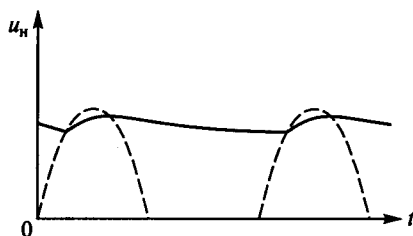

Рис. 196
**8.5.** Какому выпрямительному устройству с фильтром соответствует приведенная на рис. 196 зависимость выпрямленного напряжения от времени?